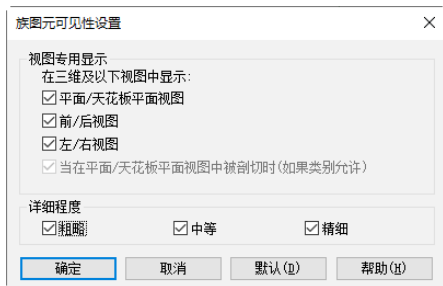

图 3-42 “族图元可见性设置”对话框
3) 要设置实心拉伸的可见性，则在“图形”组中单击“可见性 / 图形替换”对应的“编辑”按钮, 打开如图 3-42 所示的“族图元可见性设置”对话框，然后进行可见性设置。